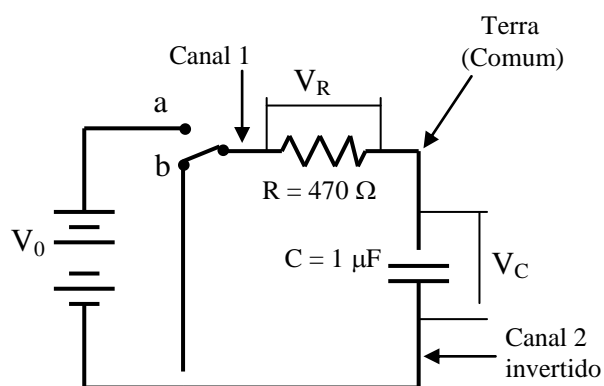

Figura 12.4
1. Monte o circuito da figura 12.4 e observe as variações de V_C , V_R e $V_R + V_C$ com o tempo. Use uma frequência de 100 Hz para o chaveamento e $V_0 = 3\text{ V}$.